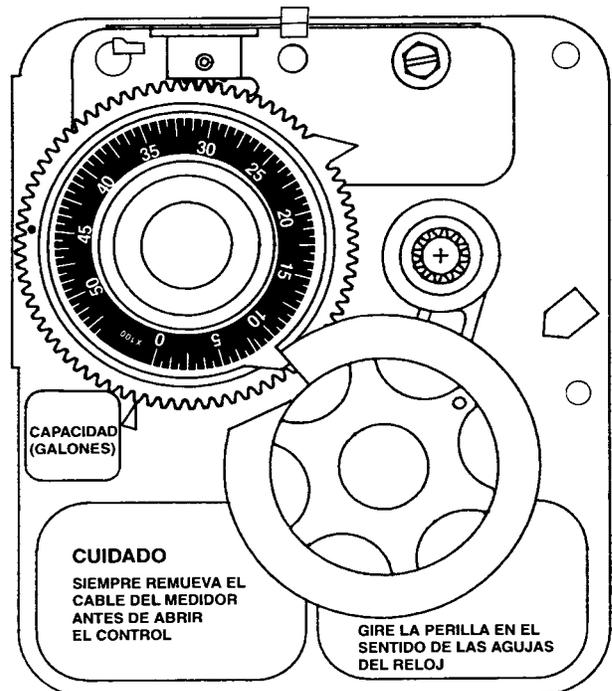
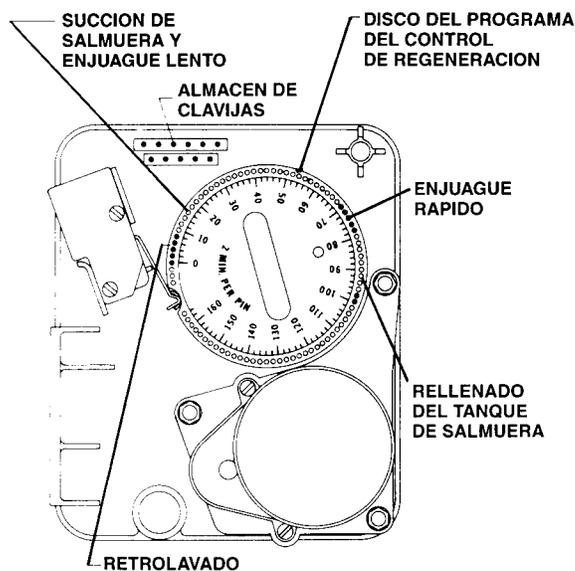

Figura No. 3
Figura No. 4
14. Mueva el reloj a la posición de retrolavado, girando la perilla de regeneración manual lentamente (fig. No. 3) para que el micro-interruptor pase sobre el primer grupo de clavijas (pines) (fig. No. 4), en esta posición, los tanques se intercambiarán (del tanque 1 al 2 ó viceversa), al moverse el pistón inferior. Después, la válvula de control se moverá a la posición de retrolavado, con el pistón superior.
**NOTA 2:** Asegurese que el cable del medidor no esté insertado en su domo. Abra el reloj, para exponer el disco del programa localizado en la parte trasera del reloj (fig. No. 4); tomelo de la esquina inferior derecha (fig. No. 3) y jale abriéndolo.
En la fig. No. 4, el disco del programa está en la posición de servicio. En el lado numerado del disco del programa, el primer grupo de clavijas que comienza en CERO determina el tiempo que la unidad estará en retrolavado.